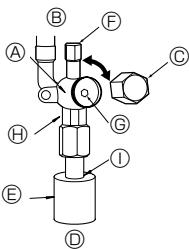

Fig. 4-6
- ② Assicurarsi che la valvola d'arresto sia completamente aperta e riportare il cappuccio alla posizione originale.
#### (2) Lato del liquido di P100-P140 (Fig. 4-6)
- ① Togliere il cappuccio e girare fino a quando è possibile l'asta della valvola in senso antiorario utilizzando una chiave esagonale di 4 mm. Smettere di girare quando si urta l'otturatore.